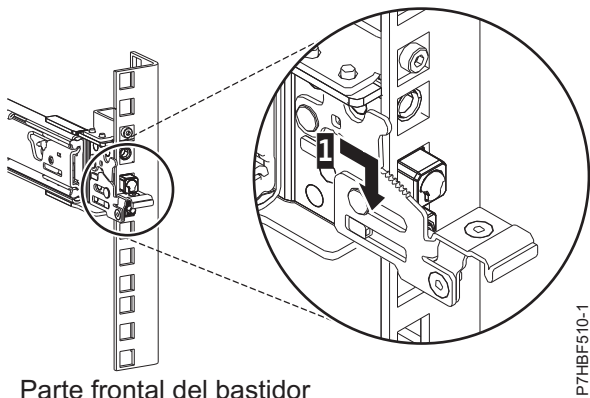

Figura 22. Patillas ubicadas en el riel frontal del bastidor
6. Tire del riel deslizante hacia adelante e inserte tres patillas de la parte frontal del riel en los orificios dentro de la unidad EIA seleccionada que se marcaron anteriormente. Baje el riel deslizante (1) para aplicarle el mecanismo de enganche de la patilla central. Para conocer detalles, consulte la Figura 22.